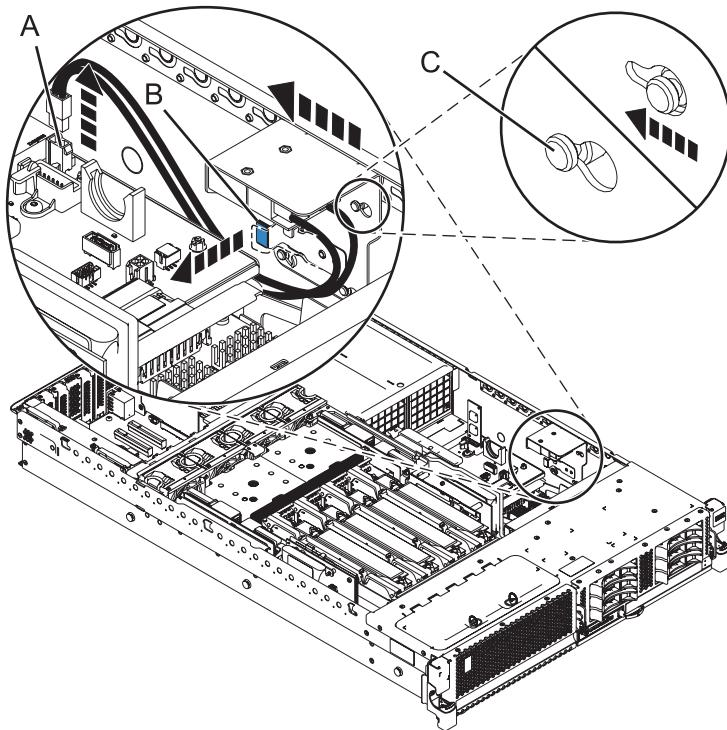

図1. ラック・マウント型システムのパワー・インターロック・スイッチの取り外し
9. 3 ページの図 1 に示すように、信号ケーブルをシステム・ボード (A) の接続場所から切り離します。
10. パワー・インターロック・スイッチをシャーシの右側の内壁に取り付けます。スイッチの下にある (B) の青いロッキング・タブを引き、メカニズムを後方へ慎重にスライドさせ、(C) のねじホールドから外します。